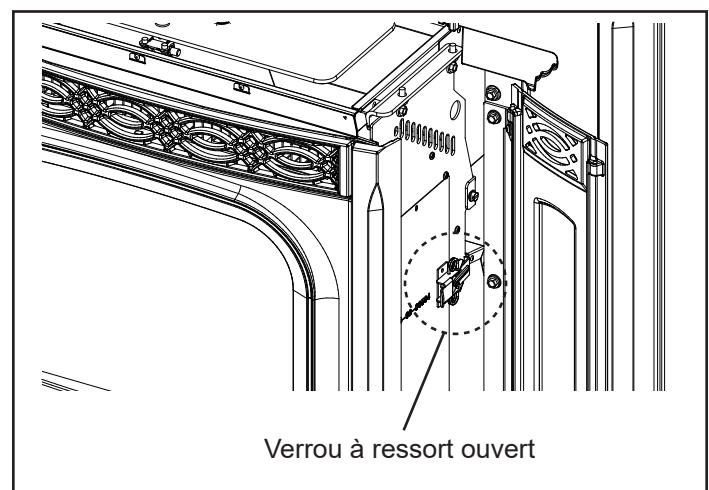

Figure 2.16
Une fois l'appareil arrêté et refroidi, débranchez l'appareil de son alimentation. Derrière chaque libération du panneau latéral (1) les verrous à ressort qui maintiennent l'unité dans la cage des inserts. Figure 2.16.